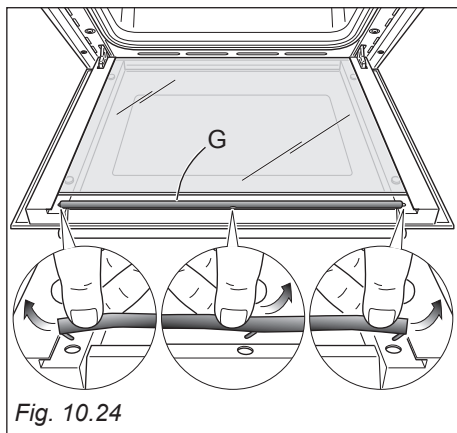

Fig. 10.24
- Togliere la guarnizione "G" sganciando i 3 uncini (fig. 10.24).